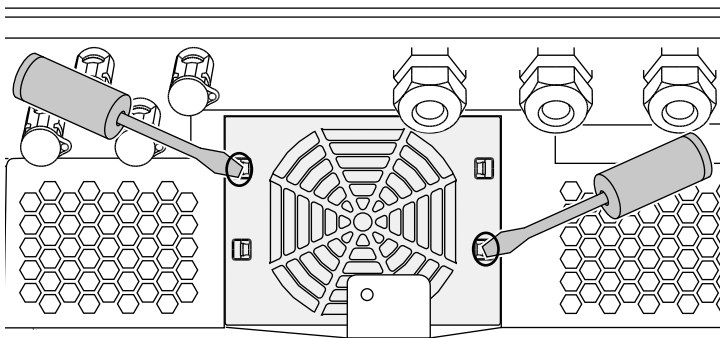

Abb. 63: Befestigungslaschen lösen
3. Mit einem zweiten Schraubendreher die Befestigungslaschen zur Lüftermitte drücken. Lüftereinheit leicht hervorziehen. ➡ Abb. 63